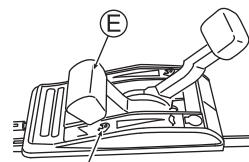

Abb. 16
- 2 Stellen Sie den Gashebel (E) auf "GO", um mit dem Mähen zu beginnen. (Siehe Abb. 16)